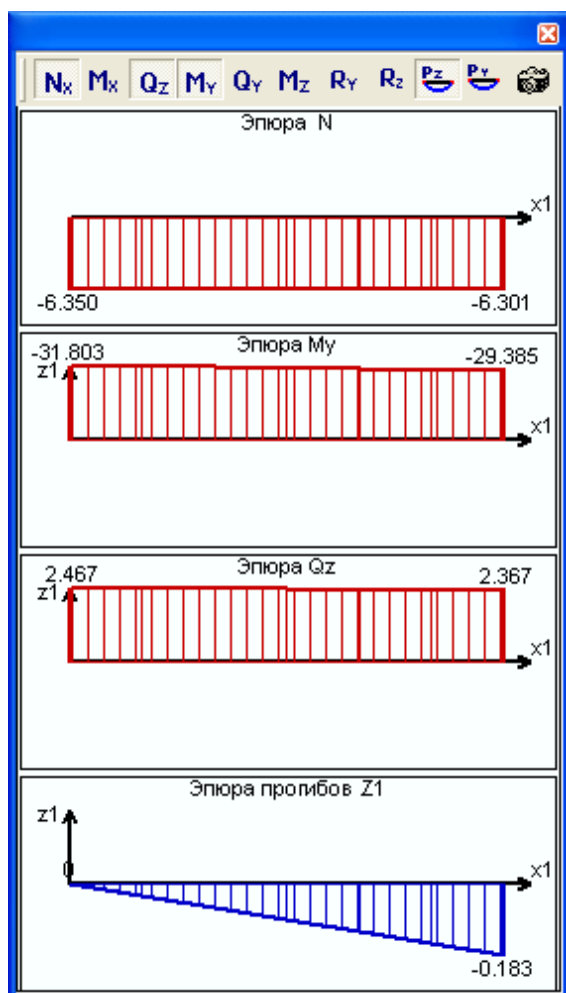

Рис.8.25. Диалоговое окно навигатора эпюр
- Для отображения эпюр усилий и прогибов, в этом окне установите флажок **Эпюры**. Открывается диалоговое окно **навигатора эпюр** (рис.8.25).